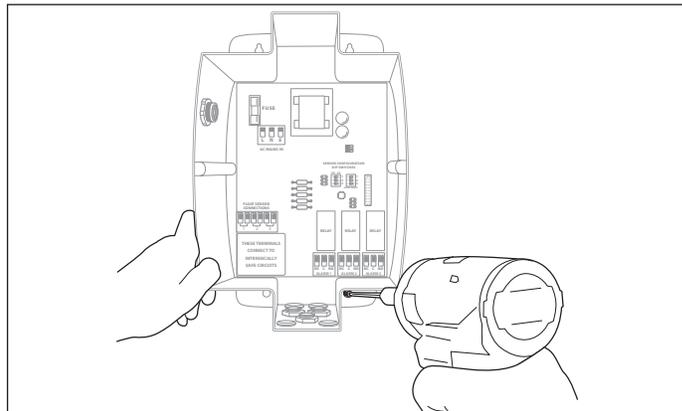

Figure 20-3
2. Utilisez les trous de fixation pour attacher le boîtier de l'alarme à la position voulue (Figure 20-3).